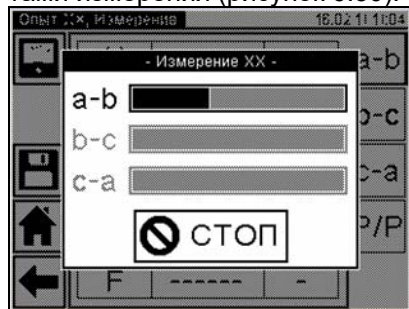

Рисунок 6.29
8) Выполнить измерение, для чего нажать кнопку . На экране появится окно, демонстрирующее динамику процесса измерения (рисунок 6.29). При необходимости этот процесс измерения может быть остановлен нажатием кнопки  СТОП.